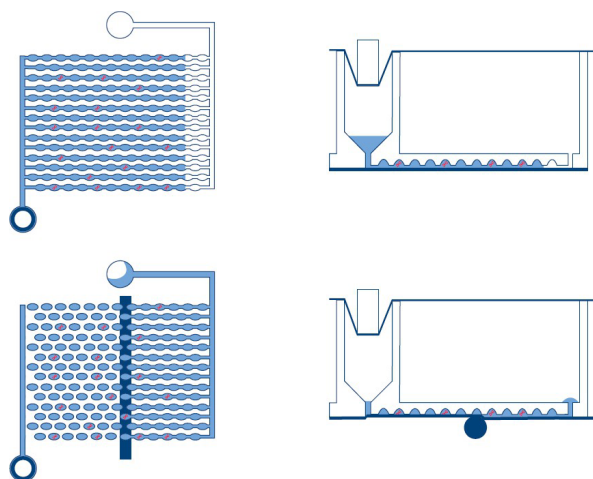

Figura 1. Schema di riempimento e partizione di un pozzetto.
- **Partizione:** nel primo modulo dello strumento, i microcanali e le partizioni della piastra vengono riempiti con il materiale del campione e la miscela di reazione dPCR. Ciò avviene grazie ai perni dello stantuffo che comprimono la guarnizione elastica superiore della nanopiastra su ciascun pozzetto. In questo modo si crea una pressione positiva che pompa il liquido del pozzetto di ingresso nei microcanali e nelle partizioni. Successivamente, i canali di collegamento tra le partizioni vengono sigillati mediante l'attivazione di un adesivo sensibile alla pressione attraverso un processo di rolling a pressione controllata (vedere Figura 1).
- **Imaging:** la fase finale del processo è l'acquisizione delle immagini, che cattura il segnale da ciascuna partizione dei pozzetti della nanopiastra. Nella modalità utilità, l'utente può configurare i canali di rilevamento e le impostazioni di imaging utilizzando la funzionalità di impostazione dell'esperimento all'interno di Software Suite. Nella modalità IVD, le impostazioni di imaging sono preimpostate su condizioni ottimizzate e non richiedono alcuna configurazione da parte dell'utente. Le partizioni che contengono una molecola target emetteranno fluorescenza con intensità maggiore rispetto alle partizioni senza target (vedere Figura 1). Per ulteriori dettagli e specifiche sul sistema di imaging, vedere la sezione 8 Specifiche tecniche.